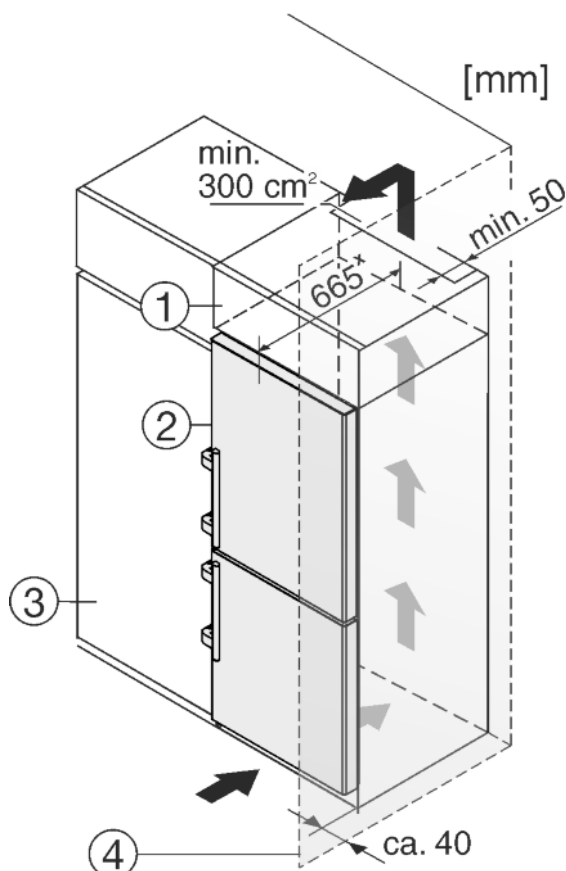

Fig. 26
- (1) Колонна на столешницу
- (2) Устройство
- (3) Кухонный шкаф
- (4) Стена
Устройство может быть окружено предметами кухонной обстановки. Чтобы урівнять устройство *Fig. 26 (2)* по высоте с кухонной стенкой, можно установить над устройством соответствующий дополнительный шкафчик *Fig. 26 (1)*.
В комбинации с кухонными шкафами устройство можно устанавливать непосредственно рядом с кухонным шкафом *Fig. 26 (3)*. Чтобы можно было полностью открыть двери, устройство должно выступать, как минимум, на 65 мм* относительно передней стенки кухонного шкафа. В зависимости от глубины кухонных шкафов и использования пристенных распорок устройство может выступать и больше.
Если устройство установлено на шарнирах у стены *Fig. 26 (4)*, то расстояние между устройством и стеной должно быть не менее 40 мм. Настолько выступает ручка при открытой дверце.